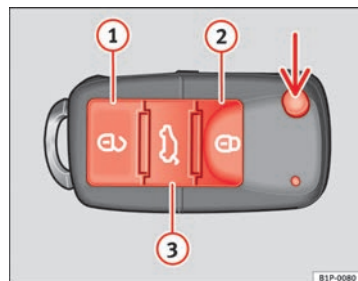

Fig. 46 Tasti della chiave con telecomando
Con il tasto ➔ fig. 46 (freccia) del telecomando, si sblocca lo scatto della chiave.
Sblocco del veicolo  ➔ fig. 46 ①.
Tasto di chiusura  ➔ fig. 46 ②.
Sblocco del portellone posteriore. Tenere premuto il tasto  ➔ fig. 46 ③ fino a quando lampeggiano brevemente tutti gli indicatori di direzione. Dopo aver premuto il tasto di sblocco  ③, si hanno 2 minuti per aprire il portellone. Una volta trascorso questo periodo si blocca di nuovo.
- Premere il tasto  ② ⇒ fig. 46 del telecomando.
- Premere il tasto  ① ⇒ fig. 46 del telecomando.
Per cambiare lo stato bloccato/sbloccato, azionare il pulsante  o il tasto ① ⇒ fig. 46 della chiave del telecomando.